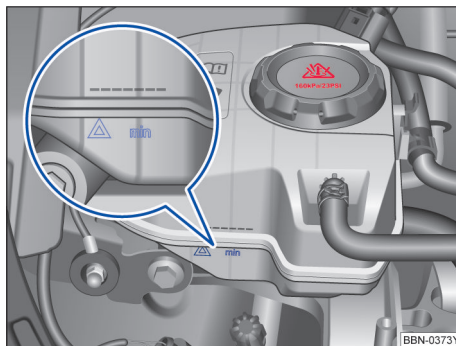

图 168 冷却液补偿容器上的液位标记
- 发动机处于冷态时检查冷却液液位是否处在膨胀罐侧面的标记范围内→ 图 168。